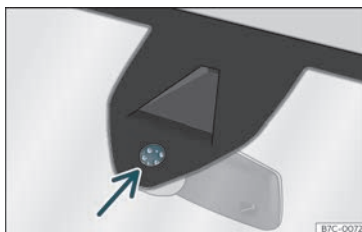

Fig. 94 Superficie sensible do sensor de choiva.
As posibles causas de anomalías e interpretacións erróneas na área da superficie sensible » » » fig. 94 do sensor de choiva son, entre outras:
- Limpe regularmente a superficie sensible do sensor de choiva e comprobe se hai posibles danos nas gomas » » » fig. 94 (frecha).